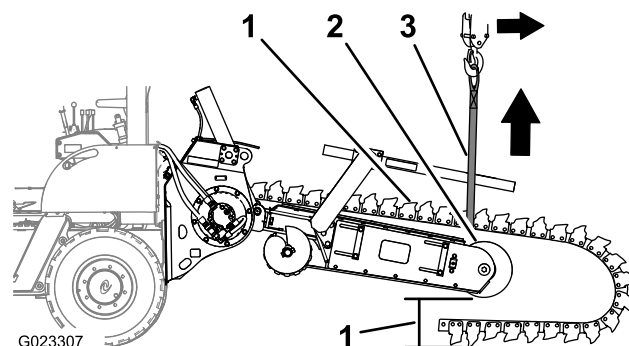

Figura 43
- Arranque la máquina y baje la espada hasta que la rueda tensora inferior esté a 31-36 cm (12"-14") del suelo (Figura 43).
5. Cuando la cadena excavadora salga del piñón de arrastre, mueva el control de desplazamiento de la zanjadora a la posición de PUNTO MUERTO, apague la máquina y retire la llave (Figura 43).
6. Pase la eslinga alrededor de la cadena excavadora en la posición de la rueda tensora, y sujete la eslinga al equipo de izado (Figura 43).
7. Eleve el equipo de izado y retire la cadena excavadora de la espada (Figura 43).